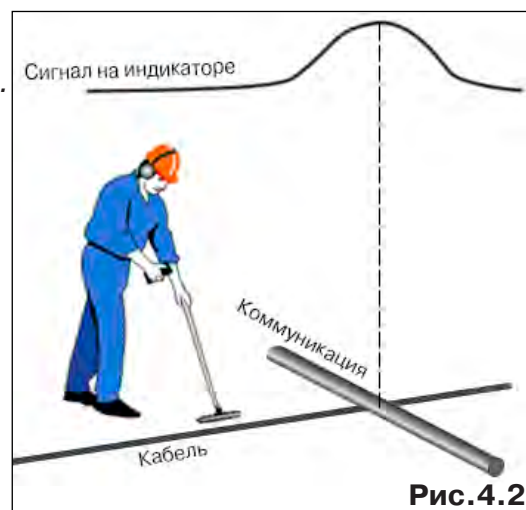

Рис.4.2
3. Расположить корпус электромагнитного датчика над трассой кабеля параллельно трассе (уровень сигнала на индикаторе приемника будет близок к нулю) (рис.4.2). Провести трассопоиск в соответствии с методом максимума. При прохождении по трассе место пересечения кабеля с коммуникациями определяют по максимальному сигналу.